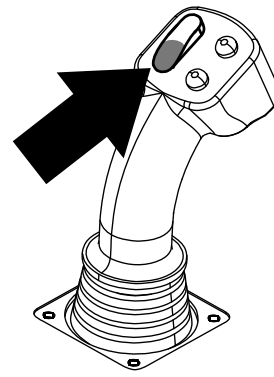
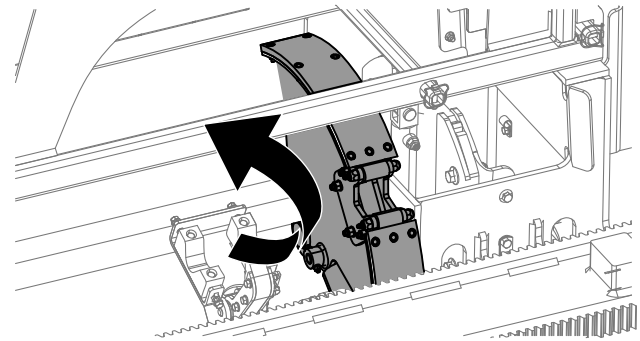

Рисунок 18
Рисунок 19
9. Удерживайте нижнюю часть перекидного переключателя (Рисунок 18) до тех пор, пока кулачковый механизм не повернется к выбранному ряду под ящиком для труб (Рисунок 19).